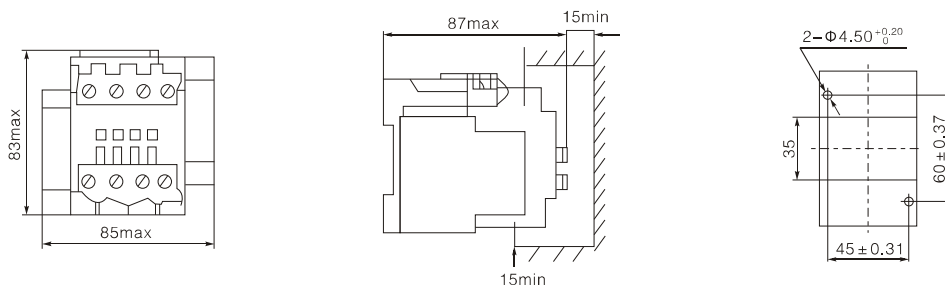
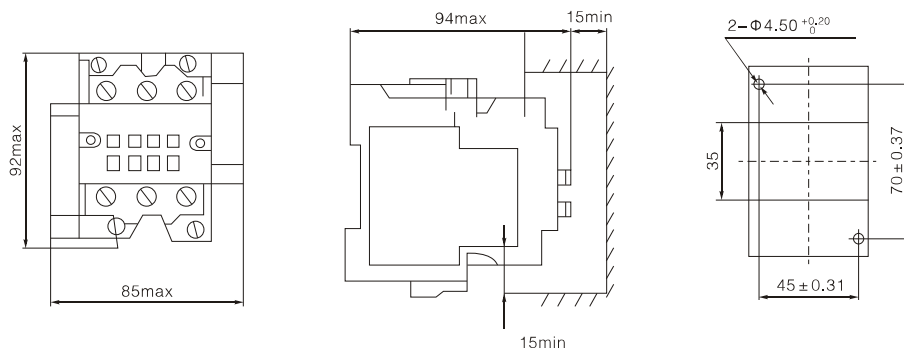
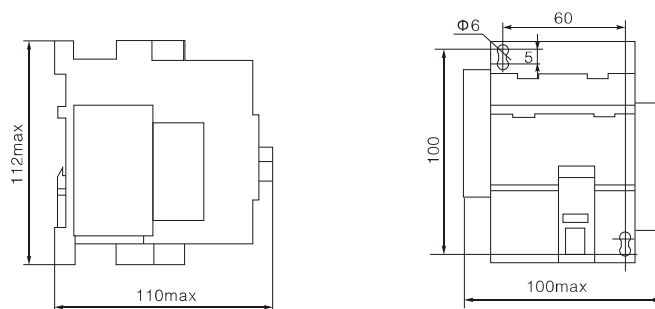

图1 CFC8-25C外形及安装尺寸
图2 CFC8-30C外形及安装尺寸
图3 CFC8-50C~75C外形及安装尺寸
• 接触器可用螺钉或卡轨安装，其外形及安装尺寸见图1、图2、图3